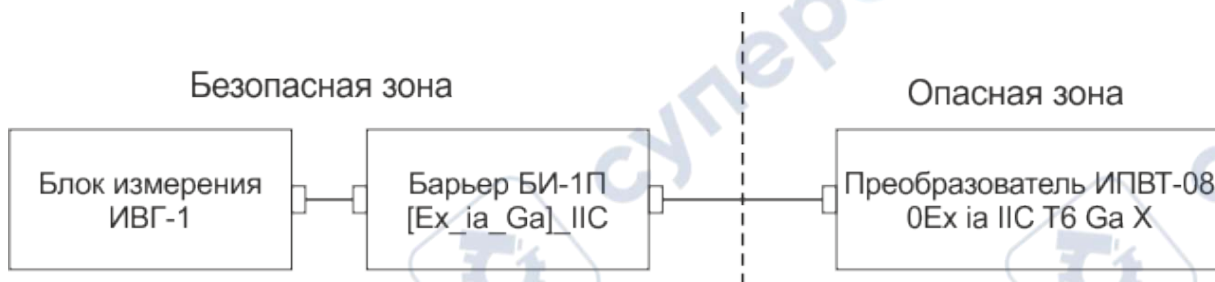

Рисунок 5.15 Схема подключения составных частей прибора
- 5.2 Подключить составные части прибора согласно схеме на рисунке Рисунок 5.15. (Для взрывозащищенного исполнения)